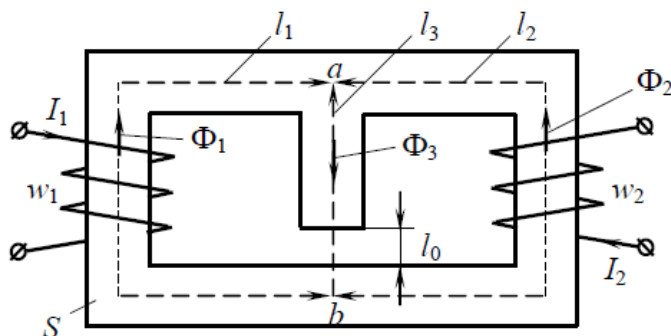

Рис. 6.5
**ЗАДАЧА 6.5.** Рассчитать разветвленную магнитную цепь (рис. 6.5).